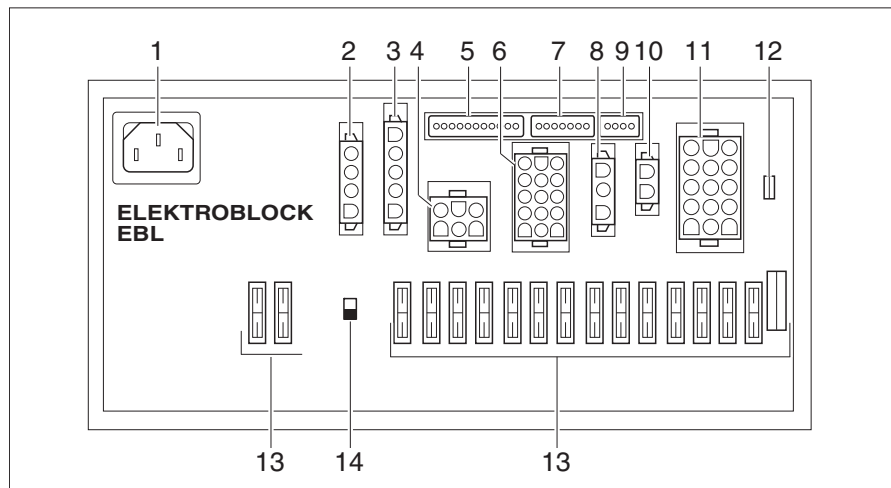

Fig. 246 Centralina elettrica (EBL 102)
**Ubicazione** A seconda del modello, la centralina elettrica (Fig. 246) è montata nella console del sedile sotto il sedile del conducente o nella zona del garage o del gruppo sedile del bar (Globeline).
- ▷ L'interruttore staccabatteria (Fig. 246,14) disconnette dalla rete a 12 V tutte le utenze collegate alla centralina elettrica.